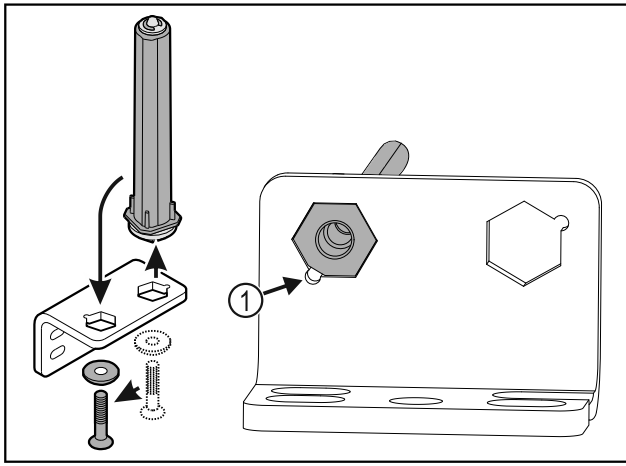

Fig. 37
- ▶ 在安装时请注意，让螺栓斜面 Fig. 37 (1) 朝向圆孔。